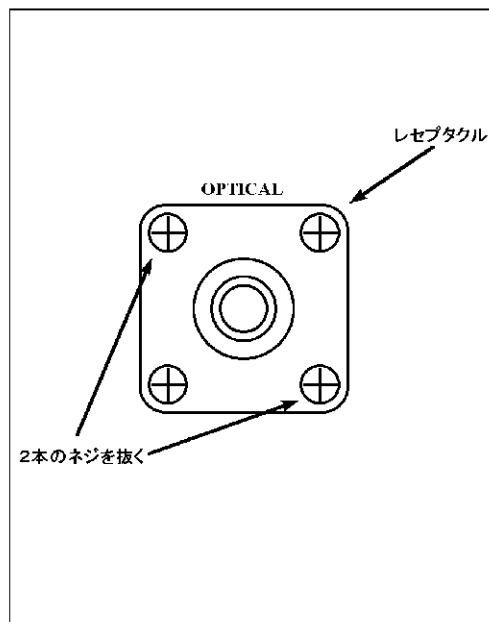

図 1-3 コネクタ清掃①
- (1) 正面パネルの光入力コネクタ部のレセプタクルを止めている4本のネジのうち、左上と右下の2本のネジを抜きます。[図 1-3 参照]